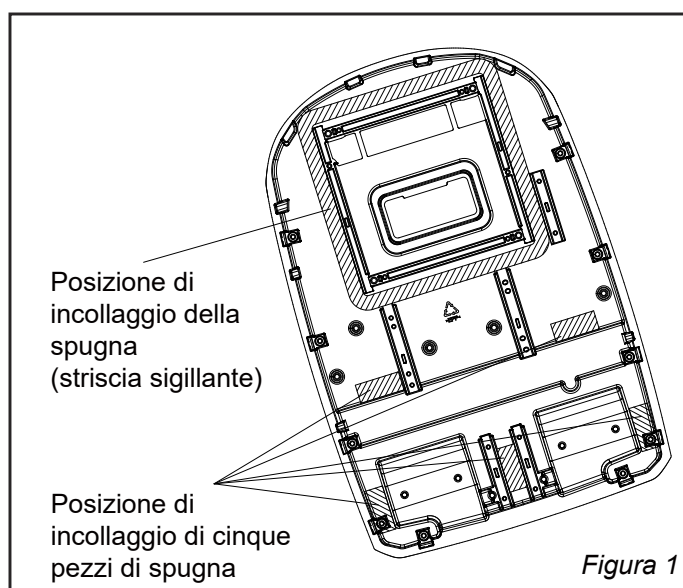

Figura 1
1. Prima di procedere all'incollaggio, pulire gli articoli di consumo nella posizione di incollaggio (come mostrato nella *Figura 1*) del telaio dell'unità esterna per assicurarsi che la posizione di incollaggio sia pulita;
2. Estrarre un pezzo di spugna (striscia sigillante) e cinque pezzi di spugna dagli accessori, strappare la carta sulla superficie della colla e allinearla al bordo della posizione mostrata nella *Figura 1* per incollare la spugna.